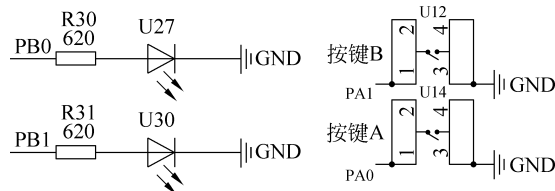

图 3-22 LED1、LED2 和按键 A、按键 B 对应的电路原理图
欲实现案例目标,大致需要经过两个步骤:①先对要用到的 I/O 端口的工作模式进行初始化,即需要分别将 LED1(U27)和 LED2(U30)对应的 PB0、PB1 设置为推挽输出,将按键 A、按键 B 对应的 PA0、PA1 设置为上拉输入;②进入一个 while(TRUE)的循环,在循环中查询按键 A、按键 B 的状态,若按键被按下(对应 I/O 引脚输入一个低电平),则将该按键控制的 LED 的亮灭状态翻转。LED1、LED2 和按键 A、按键 B 对应的电路原理如图 3-22 所示。